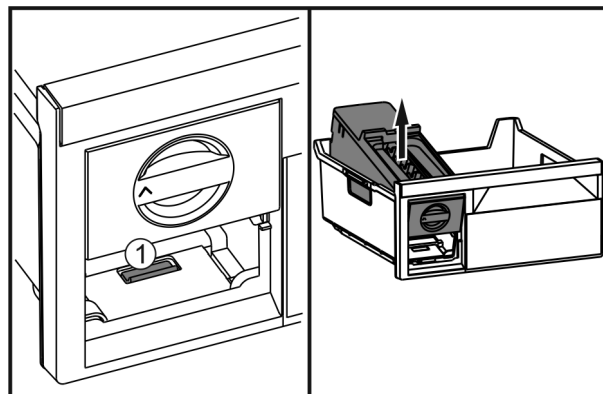

Fig. 56
- Premere la linguetta Fig. 56 (1), sollevare EasyTwist-Ice da dietro ed estrarlo dal cassetto del congelatore.